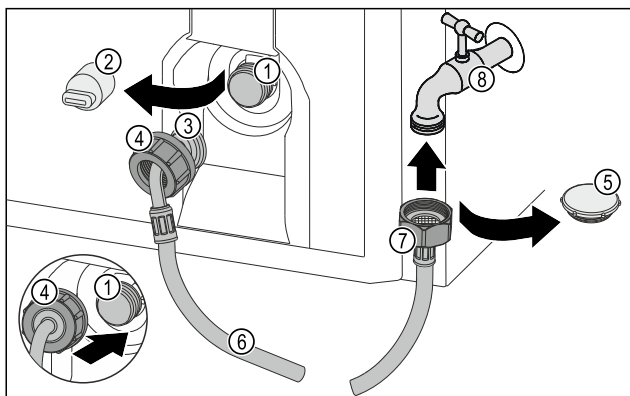

Fig. 15
- Odstranite zaporno loputo Fig. 15 (5).
- Ravni konec gibke cevi Fig. 15 (7) priključite na pipo za vodo Fig. 15 (8).
- Matico na ravnem koncu gibke cevi Fig. 15 (7) zategnite v smeri urnega kazalca.